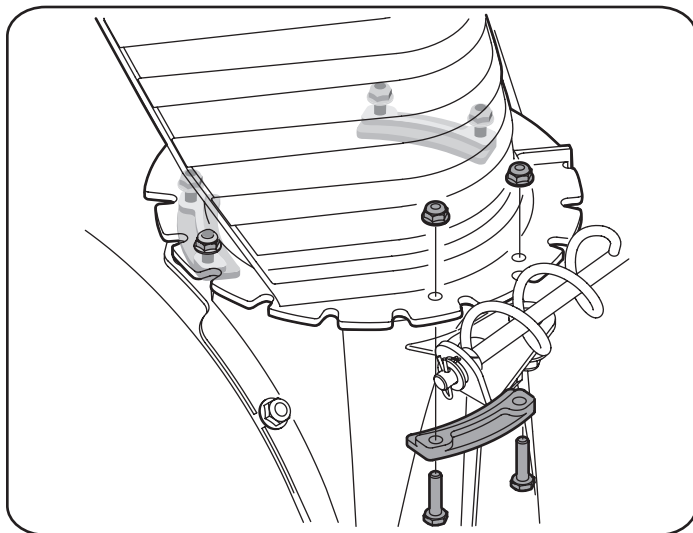

Figura 5
7. Sujete el fijador de brida que se retiró antes con las tuercas de seguridad y los tornillos. Apriete las tuercas que sujetan los otros dos fijadores de brida. Vea la Figura 5.